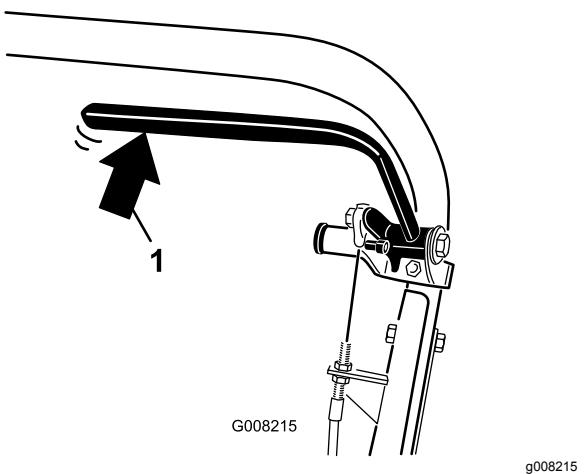

图38
- 使用弹簧称向后按压行车刹车杆图38。当作用力达到13.518kg时驻车刹车应会松开。如果驻车刹车在作用力达到13.518kg之前松开请调节刹车拉线。